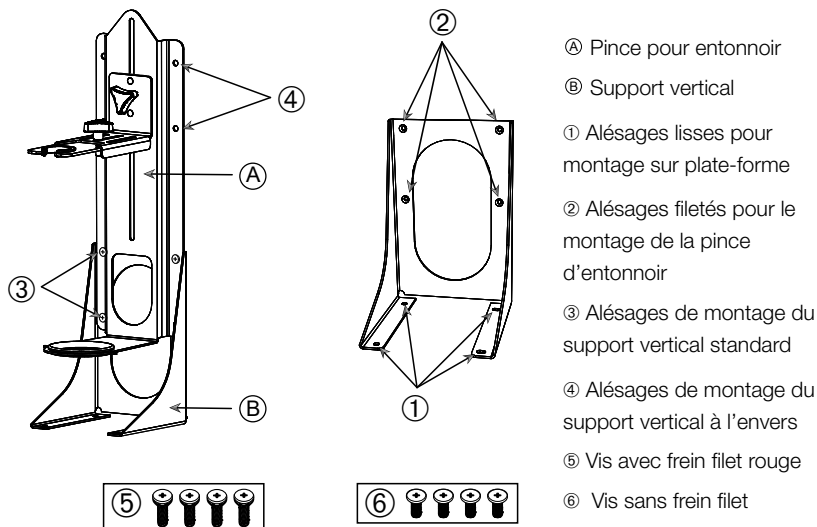

Figure 91 : Pince pour entonnoir de séparation (gauche) avec support vertical (droite)
La Figure 91 montre la pince pour entonnoir de séparation ④ à côté de son ③ support vertical.
2. Aligner comme suit avec les quatre alésages de montage de la pince pour entonnoir (② sur la Figure 91) du support vertical :
- a. Utiliser les alésages de montage vertical standard (③ sur la Figure 91) pour installer avec le robinet en entonnoir vers le bas.
- b. Utiliser les trous de montage vertical à l'envers (④ sur la Figure 91) pour orienter le robinet en entonnoir vers le haut.
- c. Fixer la pince pour entonnoir de séparation au support vertical à l'aide des vis fournies (⑤ sur la Figure 91).
3. Attacher la pince pour entonnoir de séparation à la plate-forme à l'aide des vis fournies avec la pince (⑥ sur la Figure 91 et Figure 92).